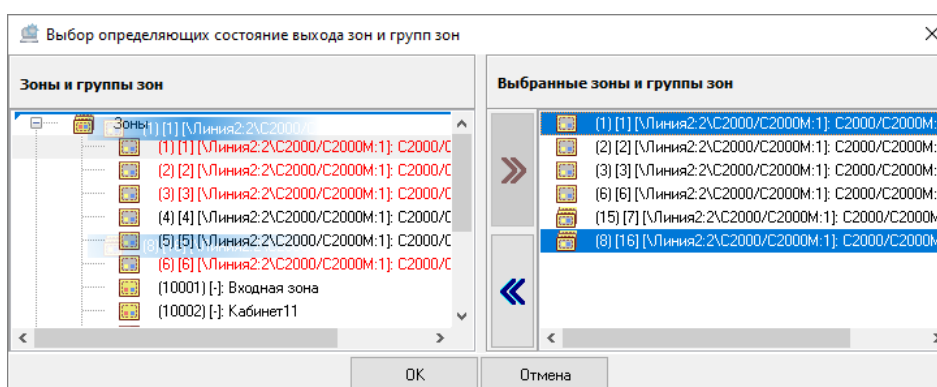

Рисунок 6-394 Отмена привязки к выходу зон и групп зон перетаскиванием
- выделите одну или несколько зон/групп зон в поле «Выбранные зоны и группы зон» (для выделения сразу нескольких зон/групп зон нажмите на клавиатуре и удерживайте клавишу <Shift> для выбора диапазона или клавишу <Ctrl> для комбинированного выбора) и перетащите выделенные зоны/группы зон в поле «Свободные элементы» (см. Рисунок 6-394).